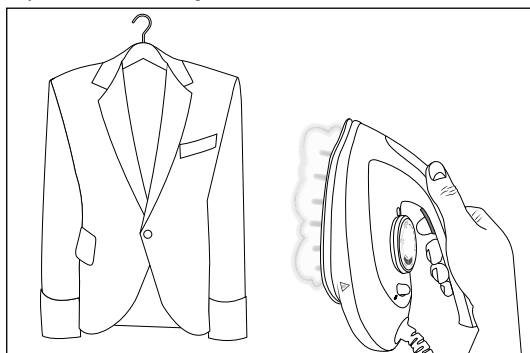

Fig. 10
- 5) Mantenere il ferro da stiro in posizione verticale e premere il tasto del vapore 2 (vedere fig. 10).